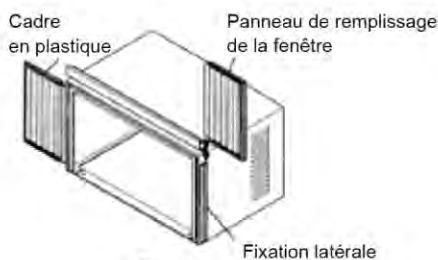
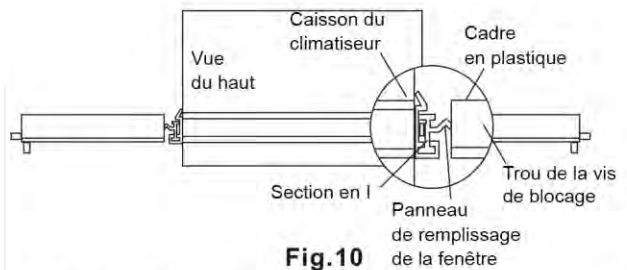

Fig.9
Fig.10
2. Glissez la section en I du panneau de remplissage de fenêtre dans la fixation latérale du caisson (voir Fig.9 et Fig.10). Faites cela sur les deux côtés.